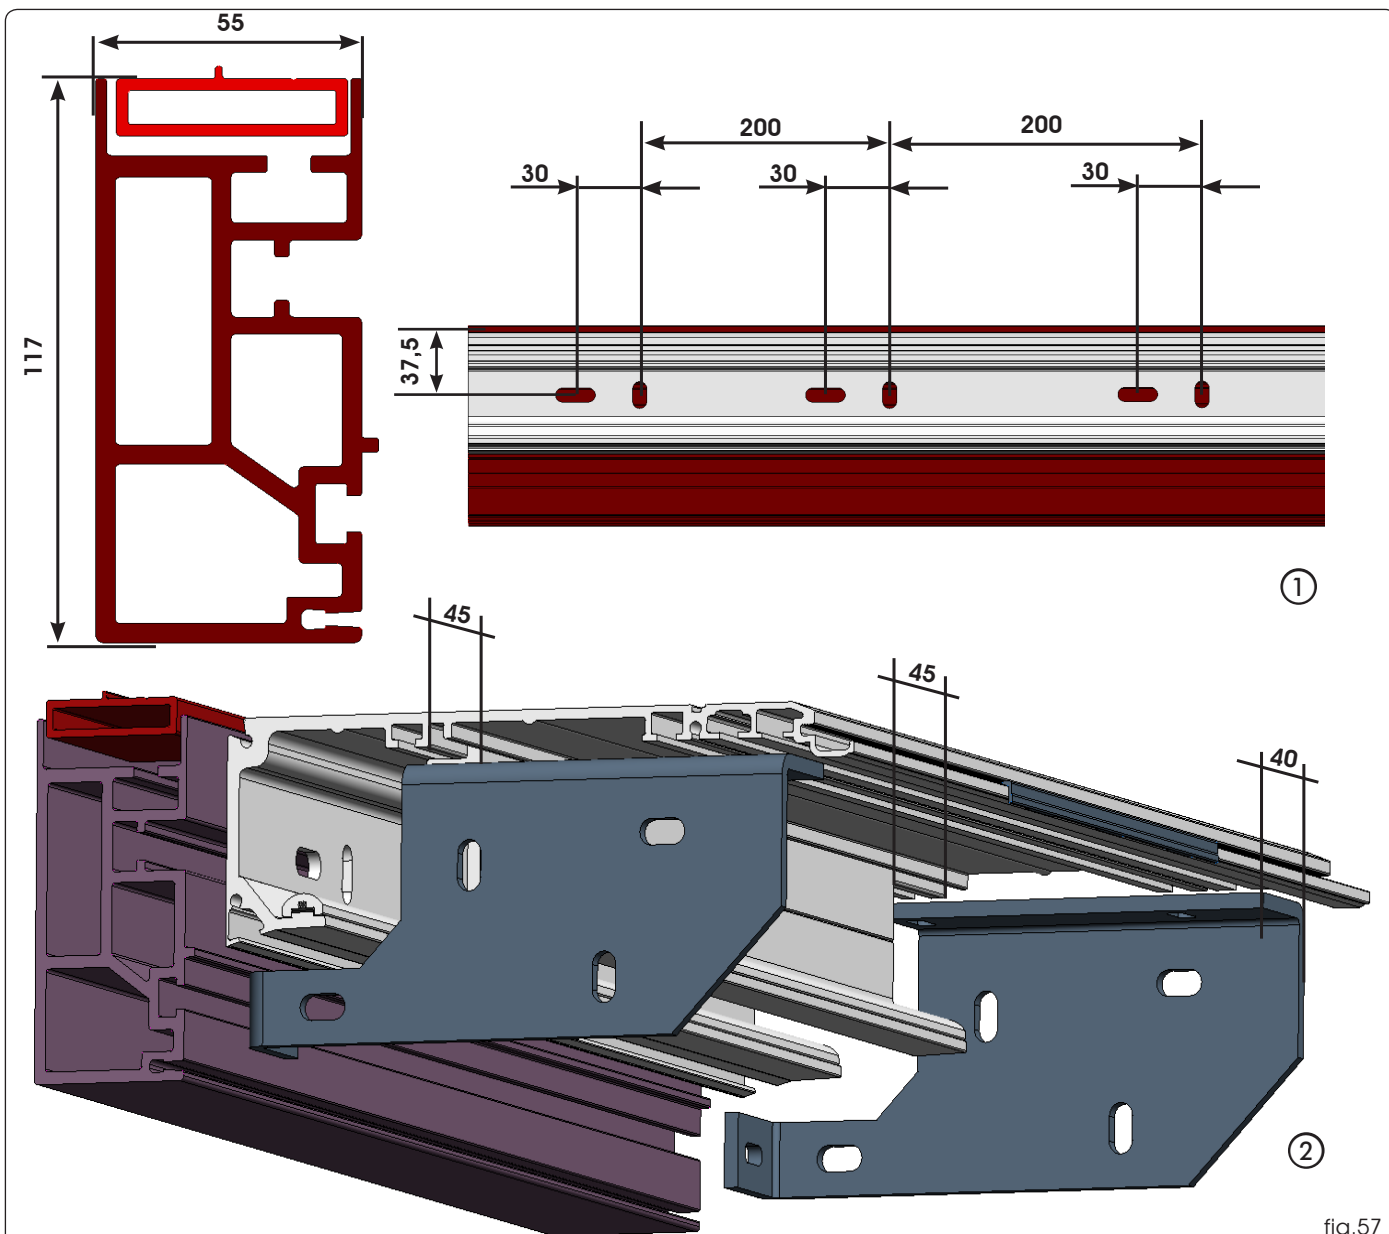

fig.57
- Boor een aantal gaten in het zelfdragende profiel op de in fig.57 aangegeven punten, ongeveer 200mm van elkaar.
- Bepaal waar het zelfdragende profiel precies moet komen, met inachtneming van de afmetingen in fig. 57 ①.
Maak de balk in het midden vast door de dwarsbalk met kracht omhoog te duwen om de drie bevestigingspunten op één lijn te brengen, fig.57.
De dwarsbalk van het automatisch systeem met het zelfdragende profiel kan aan de twee uiteinden worden bevestigd met behulp van zijbeugels, fig.57.
- Bepaal waar de dwarsbalk precies moet komen, met inachtneming van de afmetingen in fig. 57.
- Zet de plaatjes op hun plaats en bevestig de zijplaten met de drie bevestigingsschroeven M8, fig.57.
• Bevestig de dwarsbalk aan de muur met gebruikmaking van de gaten in de zijplaten, fig. 57. ②) met behulp van geschikte pluggen (niet bijgeleverd).
Afhankelijk van de lengte van de dwarsbalk kan het nodig zijn hem ook tussen de uiteinden te bevestigen, gebruik daarvoor de gids aangegeven in fig. 57.
- 3) Boor de benodigde gaten in het zelfdragende profiel op de in fig.57 ① aangegeven plaats.